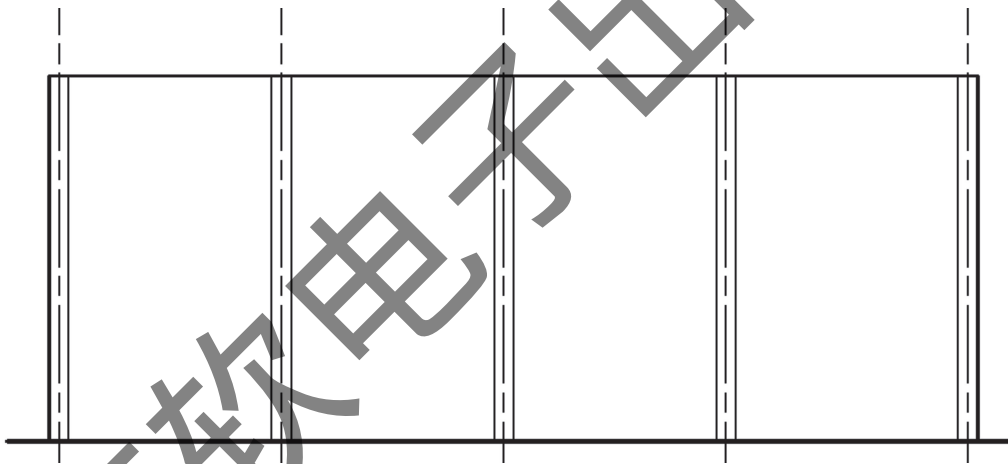

图 4-39 绘制建筑外轮廓线
(6) 绘制外轮廓线: 选择“轮廓线”图层, 使用【多线段】工具沿建筑外轮廓绘制(图 4-39)。